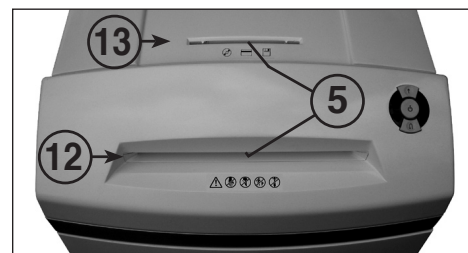

Рис. 3
- 5 = Световой затвор (вращение вперед) (рис. 3)